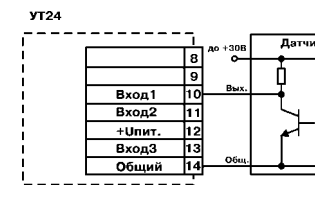

Рис. 12
- другие типы датчиков с выходным напряжением высокого уровня от 2,4 до +30 В и низкого уровня от 0 до 0,8 В (рис. 12). Входной ток при напряжении низкого уровня не превышает 15 мА.